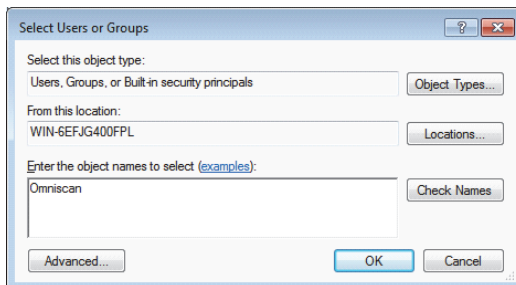

图 7-32 选择用户或组对话框（Windows 7）
11. 在 **Select Users or Groups**（选择用户或组）对话框中，点击 **Locations**（位置）按钮（参见第 199 页的图 7-32）。
13. 在 **Select Users or Groups**（选择用户或组）对话框的 **Enter the object names to select**（输入要选择的项目名称）框中，输入 **Omniscan**（参见第 199 页的图 7-32），然后点击 **OK**（确定）。